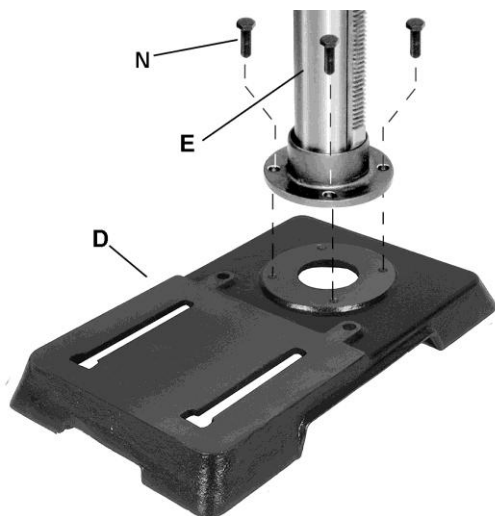

Рис. 5
См. рисунок 5:
2. Поверните бабку, так чтобы боковые стороны крышки ременной передачи (A₁) оказались параллельны боковым сторонам основания станка (D, рисунок 5).